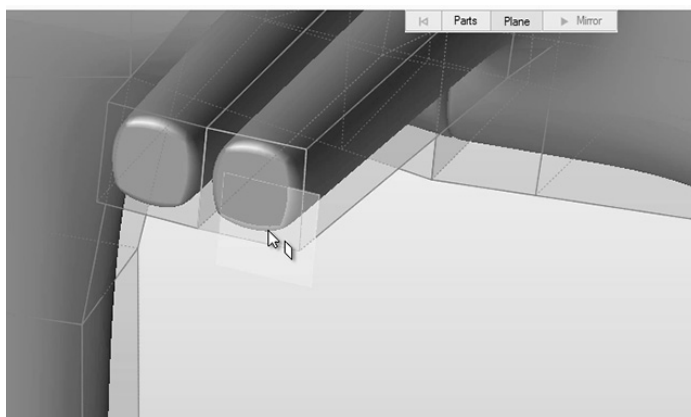

图 15-33
4) 镜像工具仍处于激活状态时，选中图 15-33 所示的面作为镜像平面。